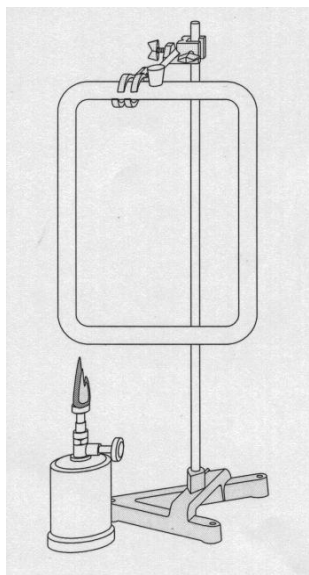

Figura 2
7. Monte os materiais de acordo com a figura 2